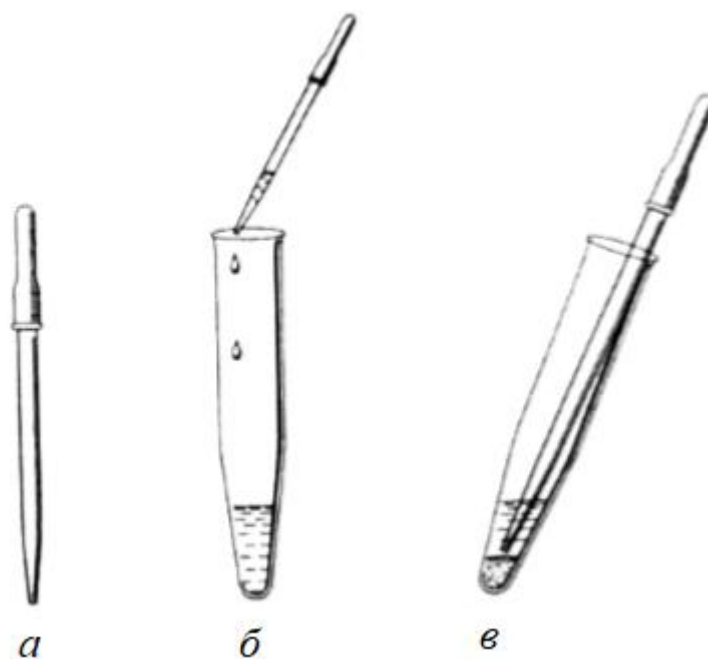

Рис. 13 – Пипетки простые:
*Пипетки простые* (рис. 13) представляют собой стеклянные трубки диаметром 4 ÷ 5 мм и длиной 25 ÷ 40 мм. На один конец трубки одевают резиновый баллончик, а другой конец оттягивают до образования капилляра и слегка оплавливают его конец. Такие капиллярные пипетки применяют для отбора проб анализируемых растворов, отделения центрифугата от осадков, внесения реактивов и т.д. Для этих целей пригодны и обычные медицинские пипетки.